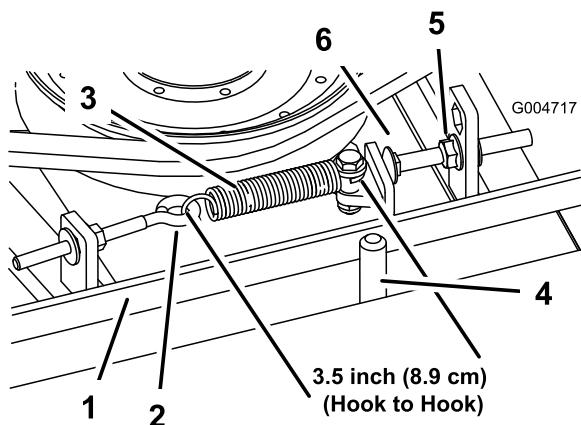

Figura 70
Quando a tensão estiver correta, a medida interior da mola de extensão (gancho a gancho) deverá ser de cerca de 8,3 cm a 9,5 cm. Logo que se obtenha a tensão correta da mola, ajuste o pino de fecho (parafuso da carroçaria) até haver uma folga aproximada de 2 a 5 mm entre a cabeça do parafuso e o braço intermédio (Figura 70).
Nota: Certifique-se de que correia está colocada no lado da mola do guia da correia (Figura 70).
- Desaperte o parafuso com olhal permitindo a remoção da mola de extensão (Figura 70).
- Desaperte a porca flangeada que prende o pino de fecho à patilha de montagem e afaste a polia intermédia da correia para libertar a tensão da correia (Figura 70).
- Ligue a mola de extensão (Figura 70) ao parafuso de olhal e aplique a tensão na correia como se segue: